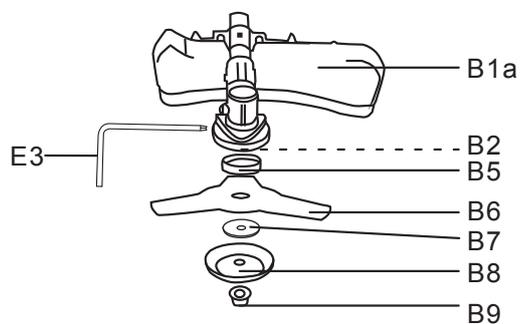

Fig. 5b
- Insérer le tournevis Torx (E3) dans le trou afin de bloquer la broche. Ensuite, visser l'écrou (B9) en utilisant la clé pour bougie d'allumage (E2) dans le sens antihoraire (Fig. 5b).